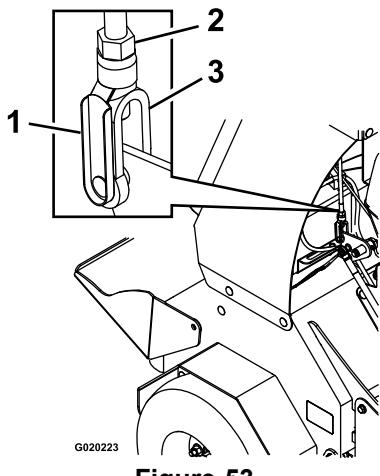

Figure 53
- B. Retirez l'axe élastique de la chape sur la timonerie de commande de déplacement (Figure 53).
- Si le levier de commande **touche la barre de référence**, tournez la chape (Figure 53) dans le sens horaire (vu du haut de la machine).
- Si le levier de commande **ne touche pas la barre de référence**, tournez la chape (Figure 53) dans le sens antihoraire.
- D. Reposez l'axe de chape élastique (Figure 53) et avancer le levier de commande.
F. Retirez l'axe de chape élastique, tournez le tendeur dans le sens horaire d'un tour supplémentaire, puis remettez l'axe de chape en place (Figure 53).